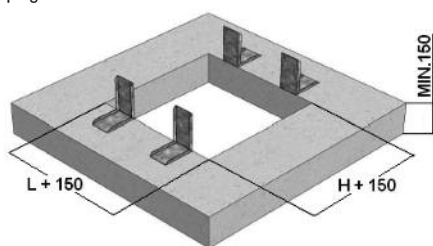

FIG.1
- 2 - Prevedere un'apertura sul solaio avente dimensioni L x H maggiorate di 150 mm rispetto alle dimensioni nominali della serranda e posizionare le staffe metalliche accessorie (solo per posizionamento con lato comandi sopra al solaio) allineandole indicativamente al bordo del foro (fig.1)